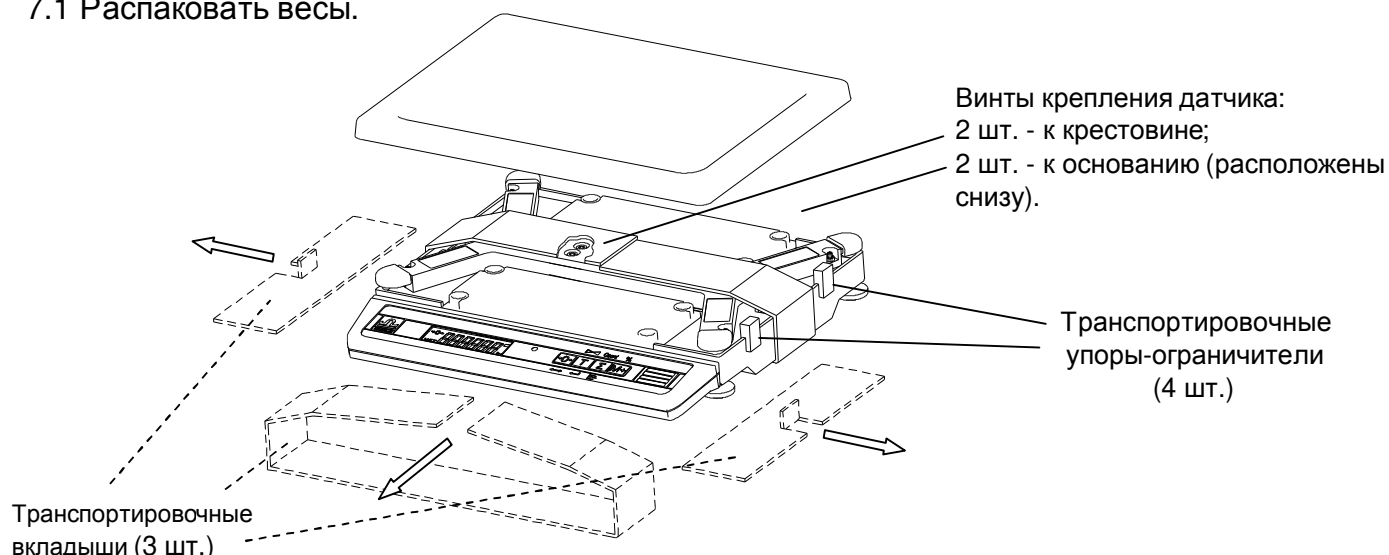

Рисунок 7.1.
- убрать транспортировочные вкладыши (рисунок 7.1);